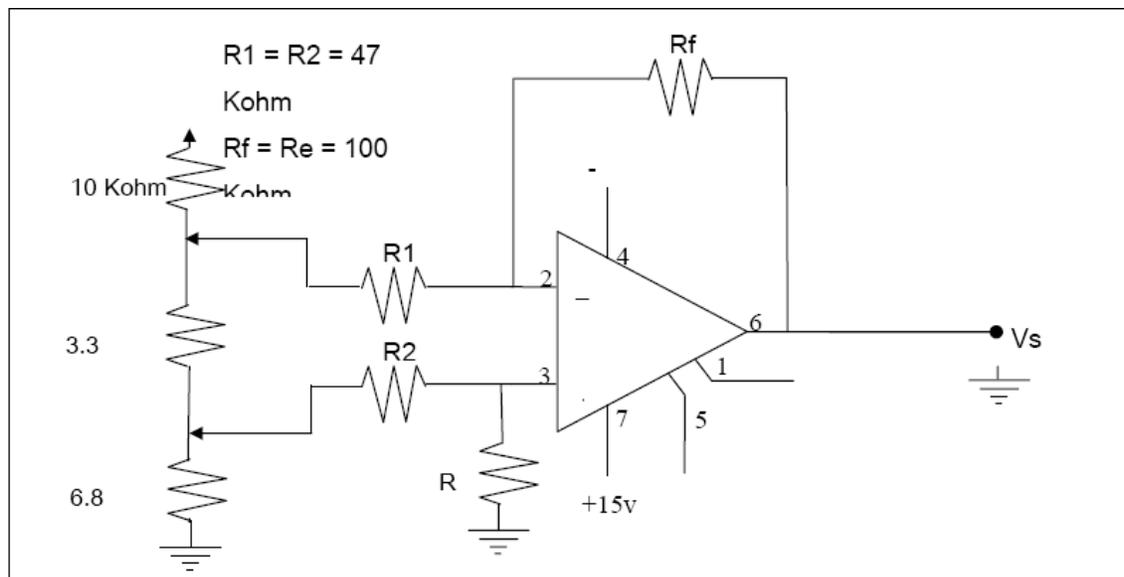

Figura 2
9. Armar el circuito de la figura 2